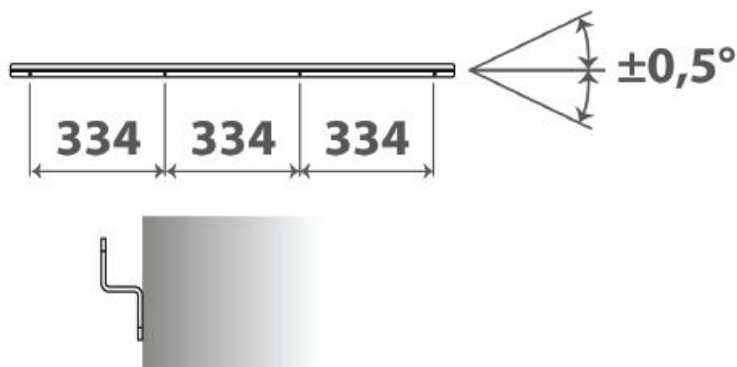

Fig.4 - Trous et positionnement étrier mural
Utiliser l'étrier fourni comme un masque pour marquer les trous sur le mur comme indiqué sur la figure 4.
- faire 4 trous Ø8 de 45mm de profondeur comme indiqué sur la Figure 4 ;